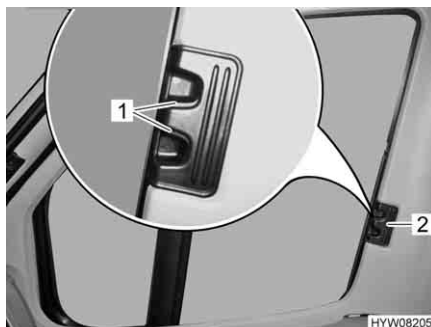

Fig. 59 Tendina oscurante pieghevole per il finestrino del conducente/passaggero
- Premere le maniglie di sbloccaggio (Fig. 59,1) e mantenerle premute.
- Con la levetta (Fig. 59,2) tirare le tendine oscuranti pieghevoli per il finestrino del guidatore e del passeggero verso l'altro lato della finestra e congiungerle alle strisce magnetiche.
- Inserire fino all'arresto le tendine oscuranti pieghevoli per il finestrino del guidatore e del passeggero per la maniglia (Fig. 59,2).
- Rilasciare le maniglie di sbloccaggio (Fig. 59,1) e mantenerle innestate.